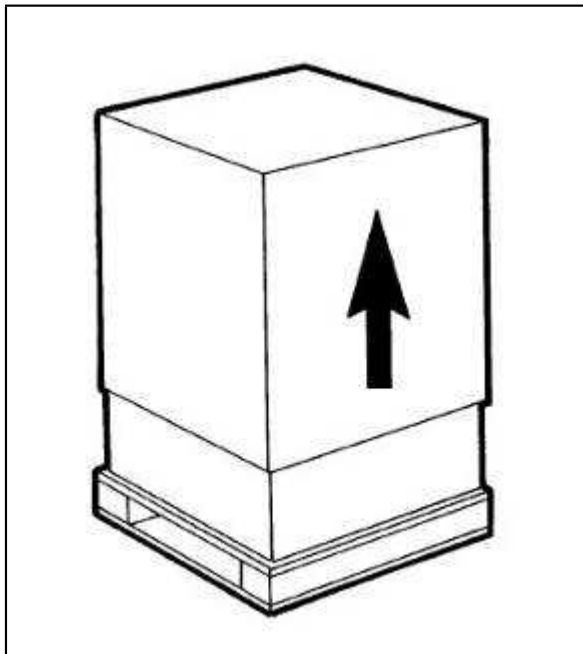

Рис. 1
- а) Распаковав изделие, убрать и сохранить упаковку для зимнего хранения. Удостовериться, что аппарат не поврежден при перевозке (Рис.1).